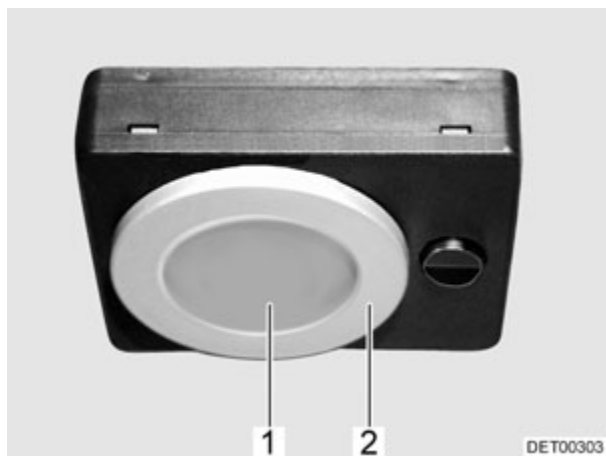

Fig. 167 Lampe halogène (variante 4)
- Tourner la bague de recouvrement (Fig. 167,2) d'un quart de tour et l'extraire.
- Désolidariser la plaque de recouvrement (Fig. 167,1) des becs de retenue et la retirer.